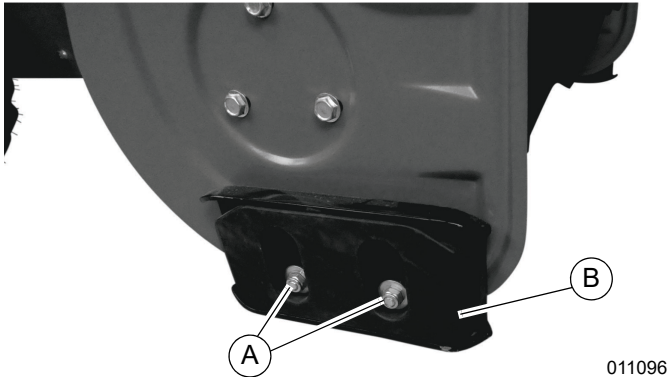

Figure 3-6. Réglage des patins
1. Voir **Figure 3-6**. Desserrer les contre-écrous (A) à l'aide d'une clé de 1/2 po.